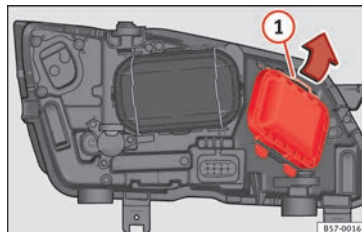

Fig. 106 Nel vano motore: estrarre il coperchio.
2. Far scorrere il tirante »» fig. 106 ① nel senso della freccia e sfilare la chiusura.